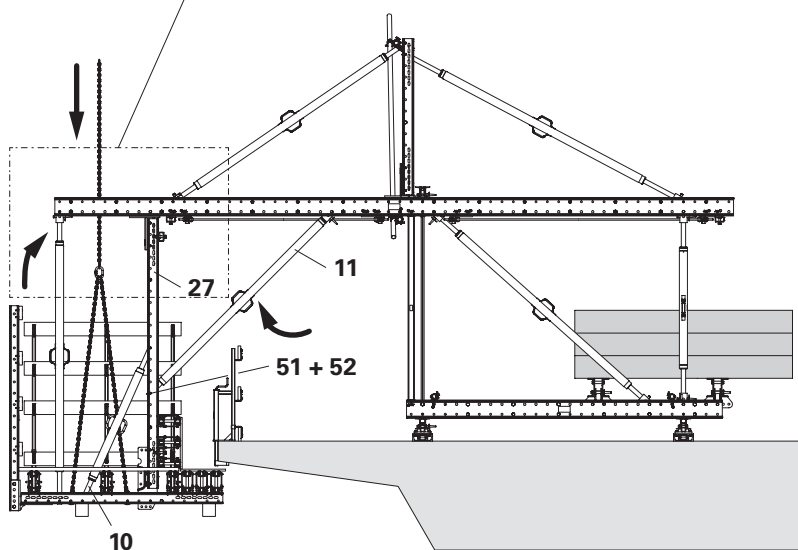

Fig. C3.02
5. Completare la piattaforma di getto. (Fig. C3.02)